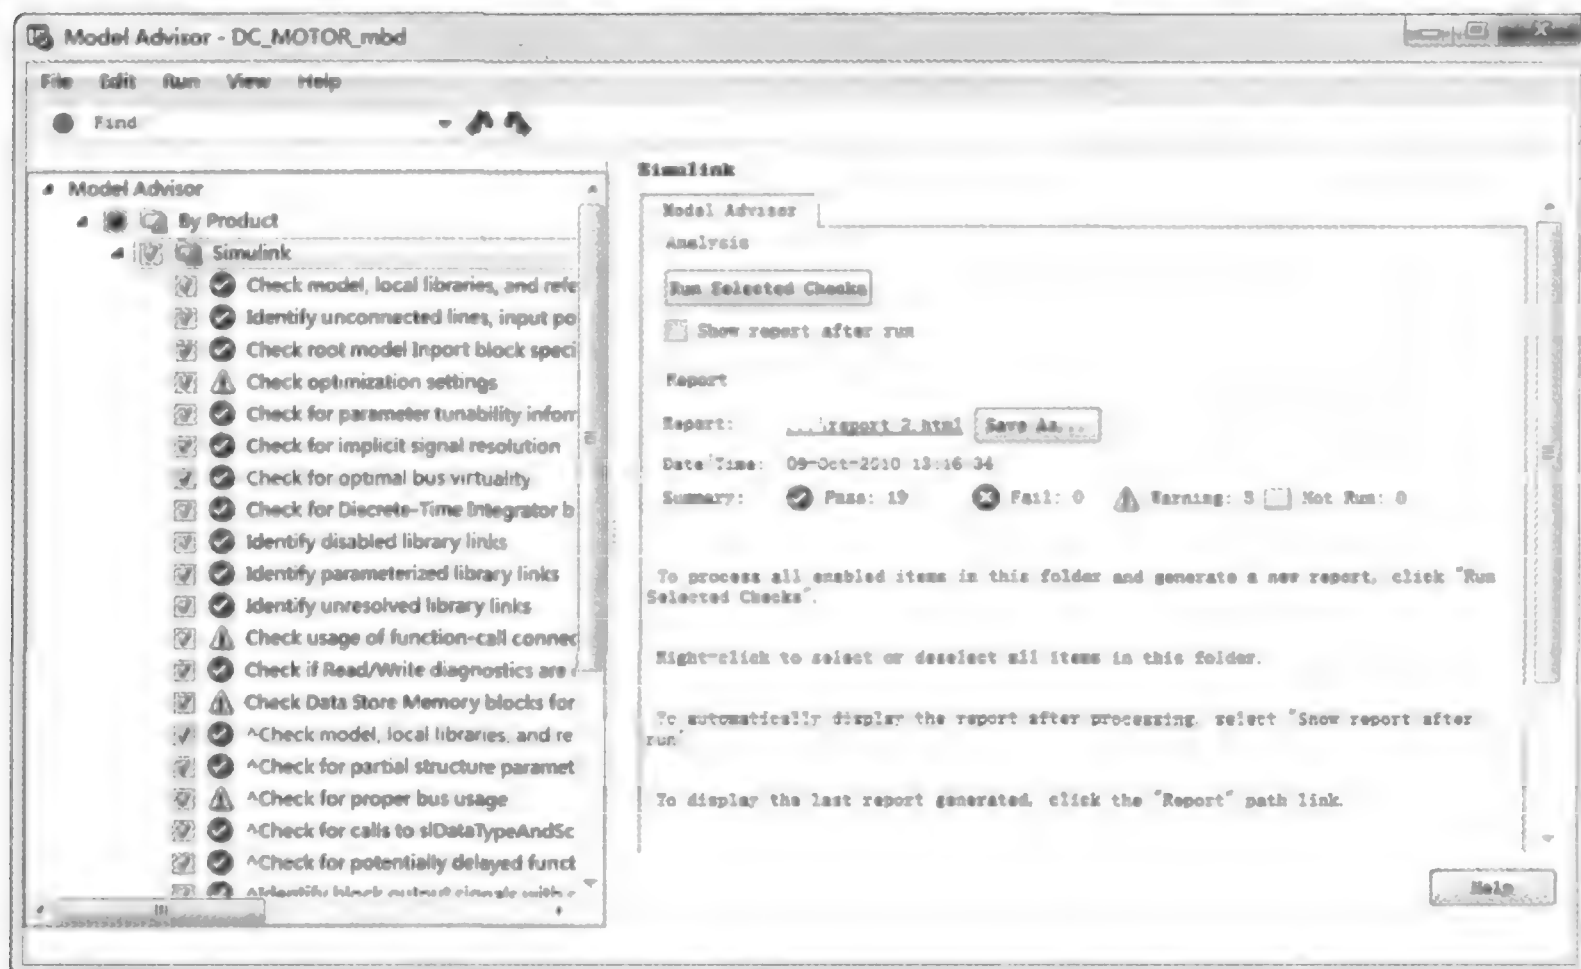

图 9.5.48 检查结果
(1) 展开节点 By Product,勾选下属的 Simulink 检查项前的复选框。
(2) 单击节点 Simulink, 单击右侧页面的 **Run Selected Checks** 按钮, 开始检查。
(3) 检查完成, 右侧窗口显示检查结果(图 9.5.48)。✔表示通过检查项目, ✘表示失败项目, ⚠表示警告项目, □表示未检查项目; 左侧任务树的节点图标对应显示了该项检查的状态。